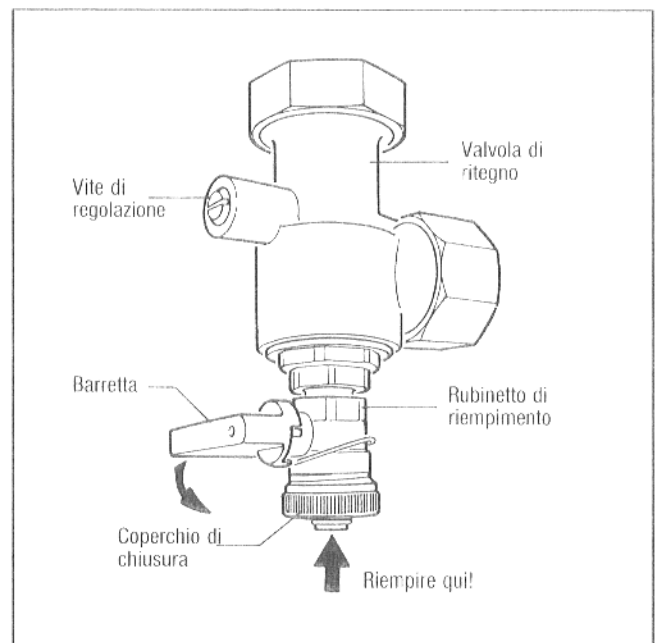

Fig. 8
- Mettere in posizione verticale il taglio della vite di regolazione della valvola di ritegno (Serranda aperta) (Fig. 8).
- Aprire il coperchio di chiusura del rubinetto di riempimento, collegare il tubo di riempimento e mettere la barretta del rubinetto di riempimento nella posizione verticale (aperto) (Fig. 8).
- Riempire lentamente l'impianto per circa 1/2 minuto con il rubinetto di riempimento (Fig. 8).
- Rimettere in posizione orizzontale il taglio della vite di regolazione della valvola di ritegno (stato di esercizio) (Fig. 8).
- Continuare a riempire l'impianto con il rubinetto di riempimento (Fig. 8).